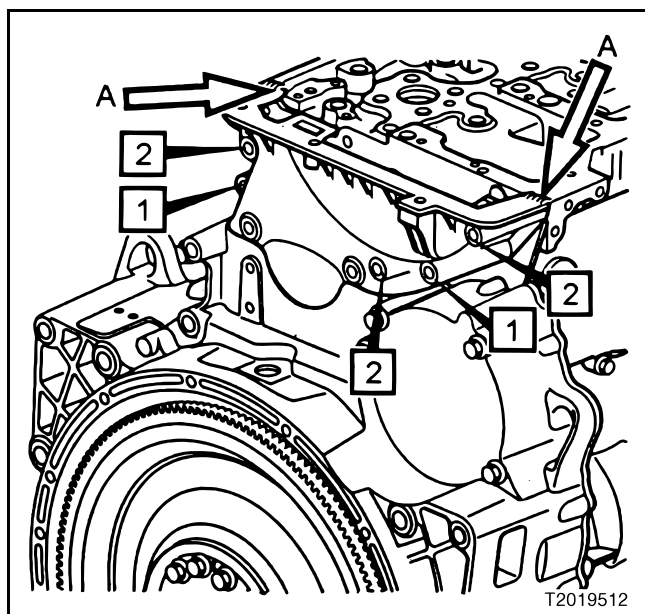

Figura 29 — Instalación de la tapa del engranaje de recorrido
- Coloque la tapa del engranaje de recorrido en posición en el motor. Instale dos tornillos de tapa (elemento 1 en Figura 29) y apriete a mano.
- Usando las herramientas de alineamiento 85111422A y 85111422B, compruebe que los sellos superior e inferior estén bien asentados y que la superficie superior de la tapa esté alineada con la parte superior del cabezal del cilindro (puntos A en Figura 29).
- Instale los tres tornillos de tapa restantes (elemento 2 en Figura 29) y apriete conforme a las especificaciones $24 \pm 4 \text{ N}\cdot\text{m}$ ($18 \pm 3 \text{ lb}\cdot\text{ft}$).